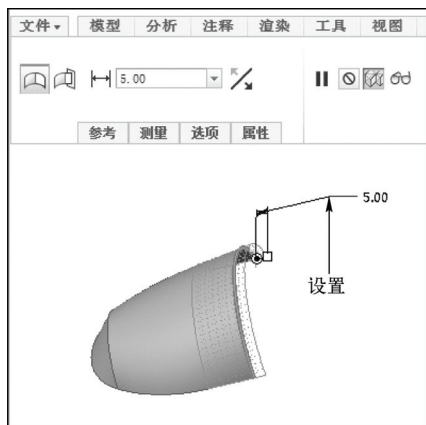

图 10-37 输入参数
STEP 02 在功能区选项板的“模型”选项卡中，单击“编辑”面板中的“延伸”按钮，打开“延伸”选项卡，在“延伸的距离”文本框中输入“5.00”，按〈Enter〉键确认，如图 10-37 所示。